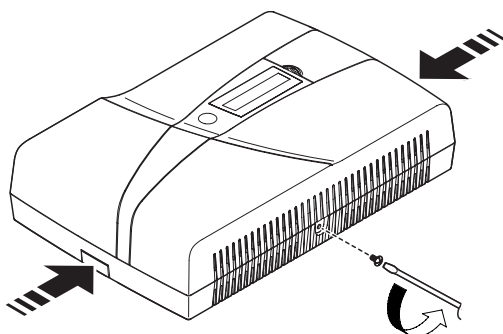

fig. 1
- ouvrir le couvercle en dévissant la vis présente au fond de la centrale (fig. 1);
- décrocher le couvercle du boîtier en appuyant légèrement au niveau des « languettes » latérales comme indiqué sur la figure (fig. 1);